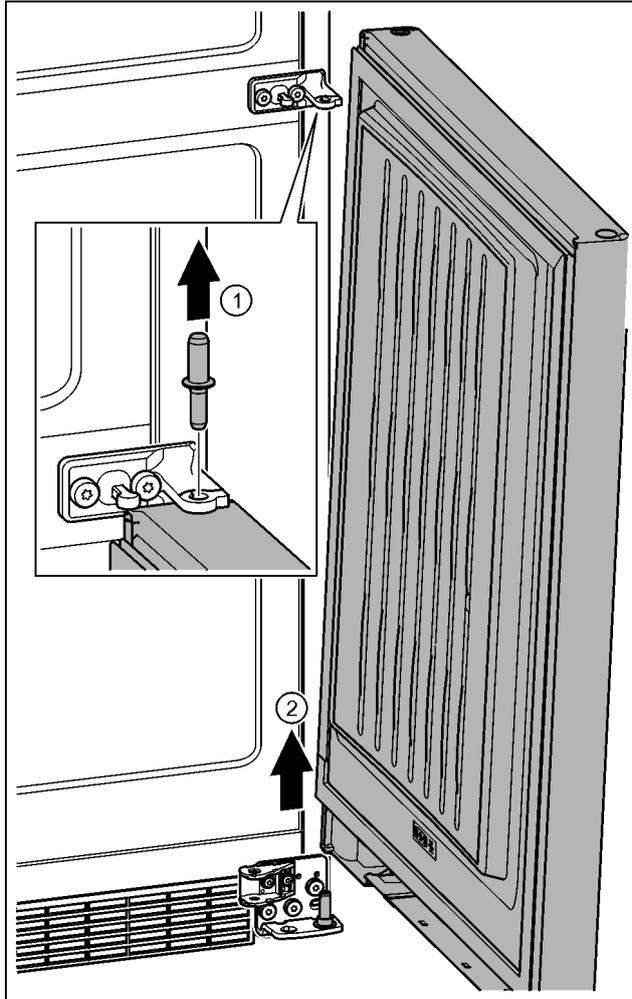

Fig. 22
- ▶ Estrarre il perno verso l'alto. Fig. 22 (1)
- ▶ Ruotare la porta per estrarla sollevandola e sistemarla da parte. Fig. 22 (2)